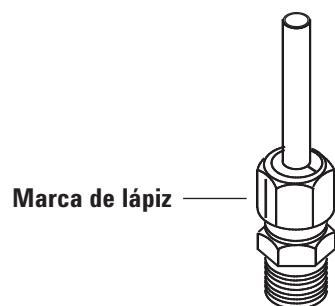

Figura 18. Marcado de la conexión
- 6 Marque la tuerca con un lápiz. Consulte la Figura 18.